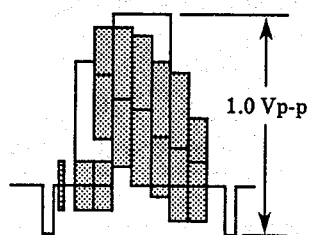

图 5-6
7. 检查再现彩条信号幅值是否为图5-6所示1.0  $\pm$  0.04Vp-p的规定要求。